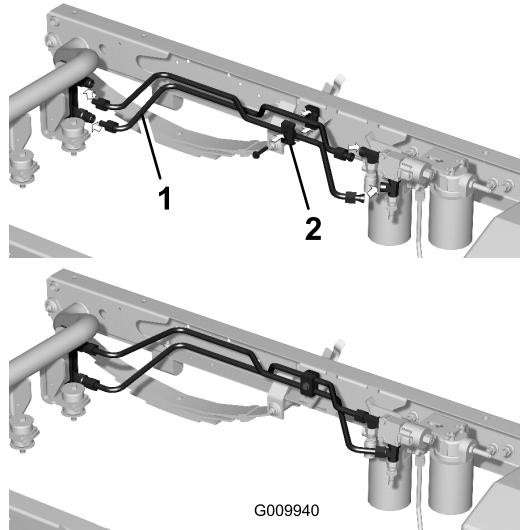

Figura 14
1. Montate, senza serrarlo, un condotto idraulico rigido sulla parte inferiore del giunto ad accoppiamento rapido e sul raccordo a T posteriore della valvola (Figura 14).
2. Montate, senza serrarlo, un condotto idraulico rigido sulla parte superiore del giunto ad accoppiamento rapido e sul raccordo a T inferiore della valvola (**Figura 14**).
3. Fissate i condotti rigidi con i serratubi e con una vite (5/16" x 1 1/2"), posizionando i serratubi come illustrato nella **Figura 14**.